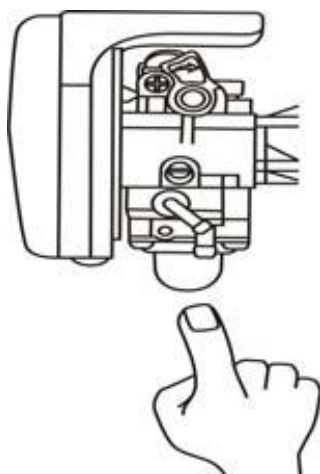

Fig. 15
1. Pousser la pompe d'amorçage 5 fois. (Fig. 15)